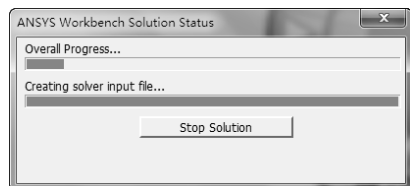

图 11-44 求解进度条
- 1) 单击工具栏上的【Solve】按钮  Solve，启动求解，系统弹出进度条，表示正在求解。求解完成后进度条自动消失，如图 11-44 所示。